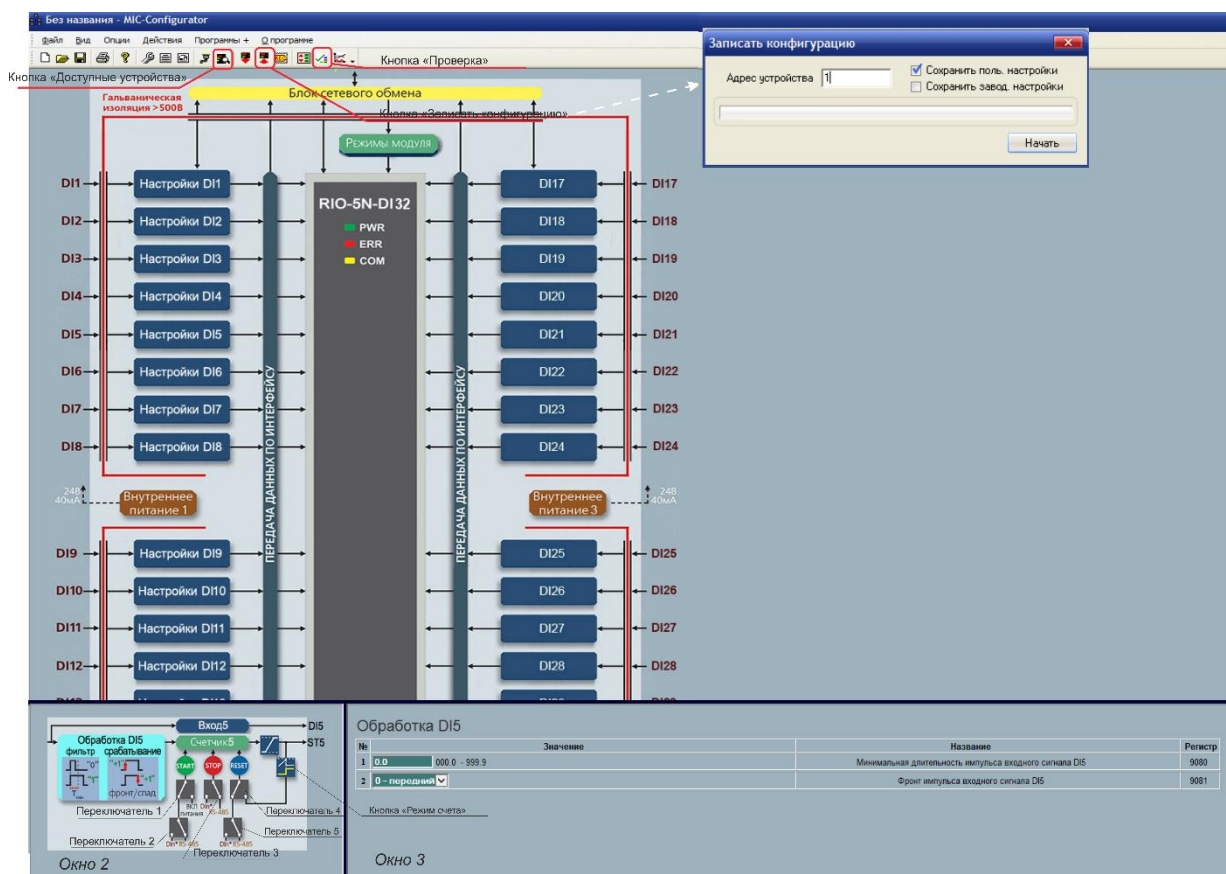

Рисунок 4.7 – Редагування конфігурації
4.3.6.2 У вікні редагування параметрів натиснути клавішу "Блок мережевого обміну" (див. рис. 4.7).
4.3.6.6 У МІК-Конфігураторі натиснути клавішу "Доступні пристрої" (див. рис. 4.7) та здійснити пошук модуля згідно з пунктом 4.3.4.